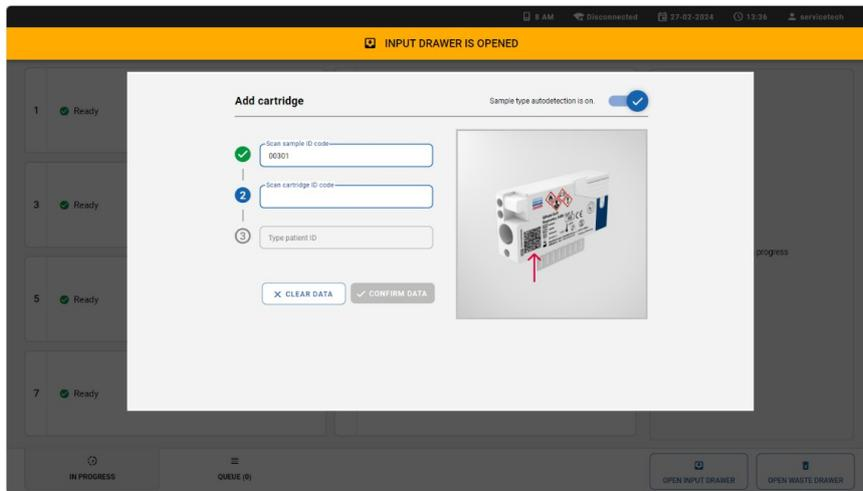

Figura 15. Schermata di scansione dell'ID cartuccia.
2. Scansionare il codice a barre dell'ID della cartuccia. Lo strumento QIAstat-Dx Rise riconosce automaticamente l'esame da eseguire, in base al codice a barre della cartuccia d'esame QIAstat-Dx (Figura 15).